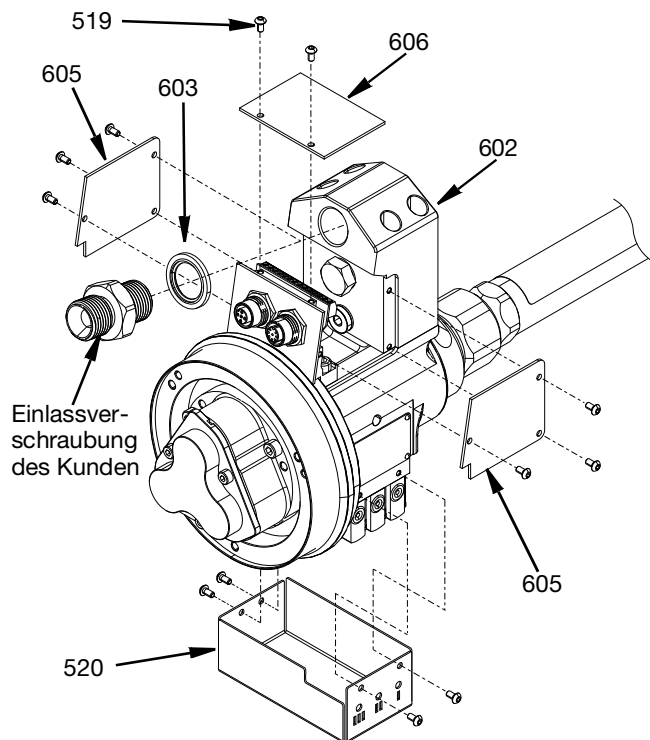

ABB. 39
9. Montieren Sie die Abdeckplatten einschließlich der äußeren blauen Abdeckung (520), der beiden seitlichen blauen Abdeckungen (605) und der oberen blauen Abdeckung (606) mit zwölf M3 BHCS-Schrauben (514), die mit einem Anzugsmoment von 1,35 N•m (12 in-lbs) angezogen werden.
10. Tragen Sie eine dünne Schicht Lithiumfett auf die 1/2-Zoll-BSPB-Scheibendichtung (603) und das Gewinde der vom Kunden gelieferten Einlassverschraubung auf. In den Edelstahl-Einzelanschlussadapter (602) einschrauben und mit einem Drehmoment von 20,34 N•m (15 ft-lbs) anziehen. Siehe ABB. 39, Seite 26.